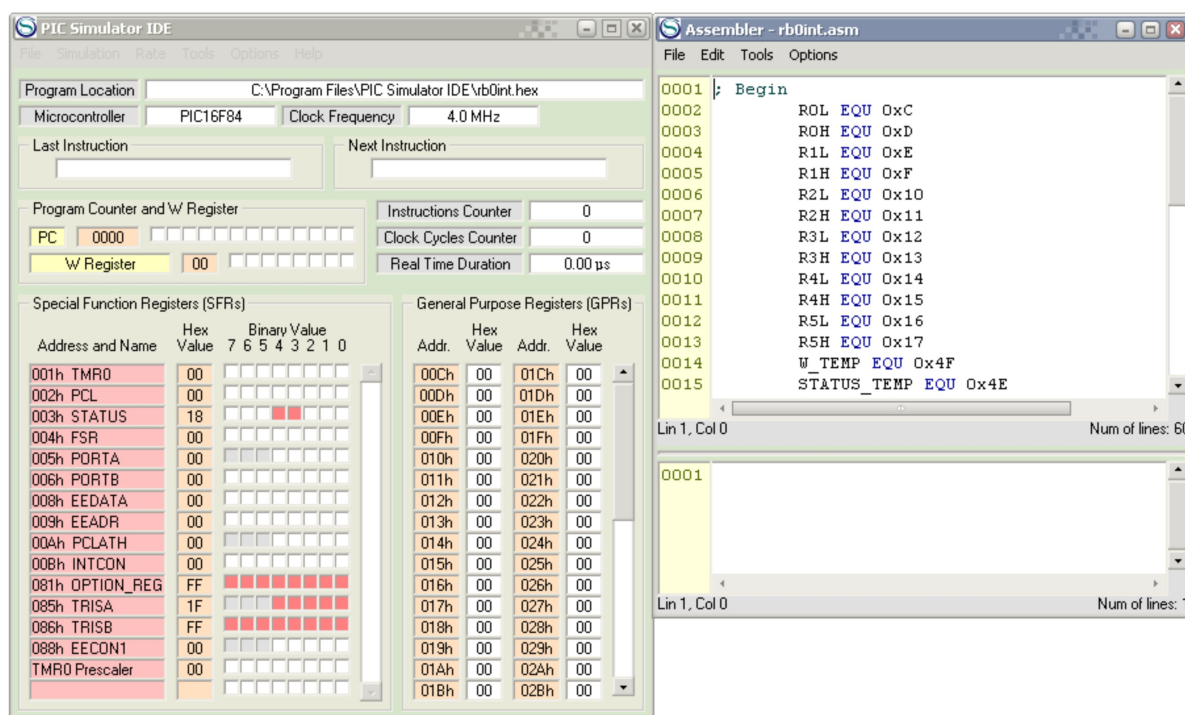

Рис. 4 Завантаження файлу rb0int.asm
3. Після вибору і завантаження файлу (наприклад, rb0int.asm), його текст з'явиться в верхній половині вікна Assembler (рис. 4).